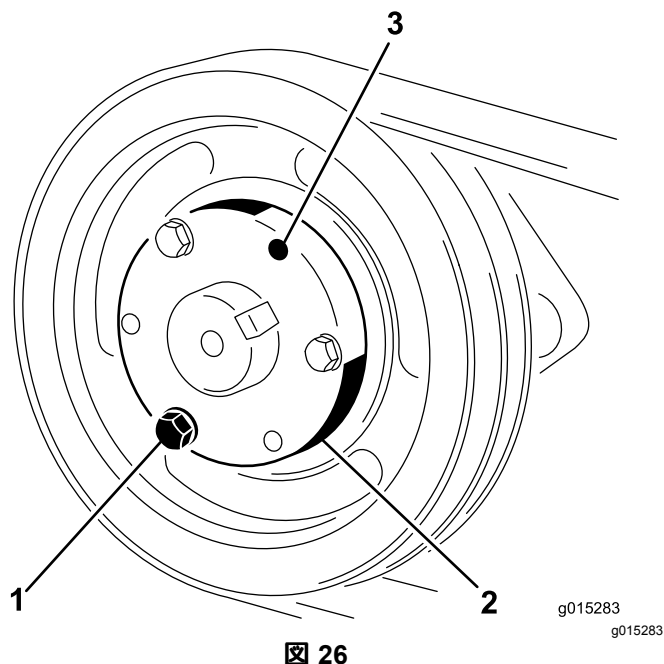

図 26
1. ボルトとロックワッシャを1つずつ、取り外しては隣の穴に移す作業を繰り返す 図 26。